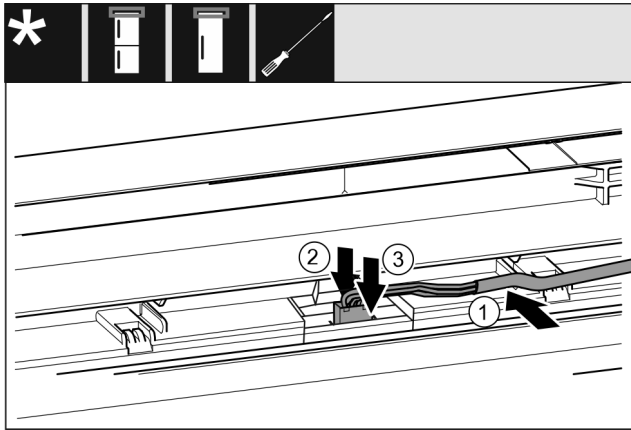

Fig. 63 制冷/冷冻组合/冰柜/冰箱\*
- ▶ 将电缆 Fig. 63 (1)置入上方冰箱门的导向装置。\*
- ▶ 将止动凸缘 Fig. 63 (2)向后按住。\*
- ▶ 插入插头 Fig. 63 (3)。\*